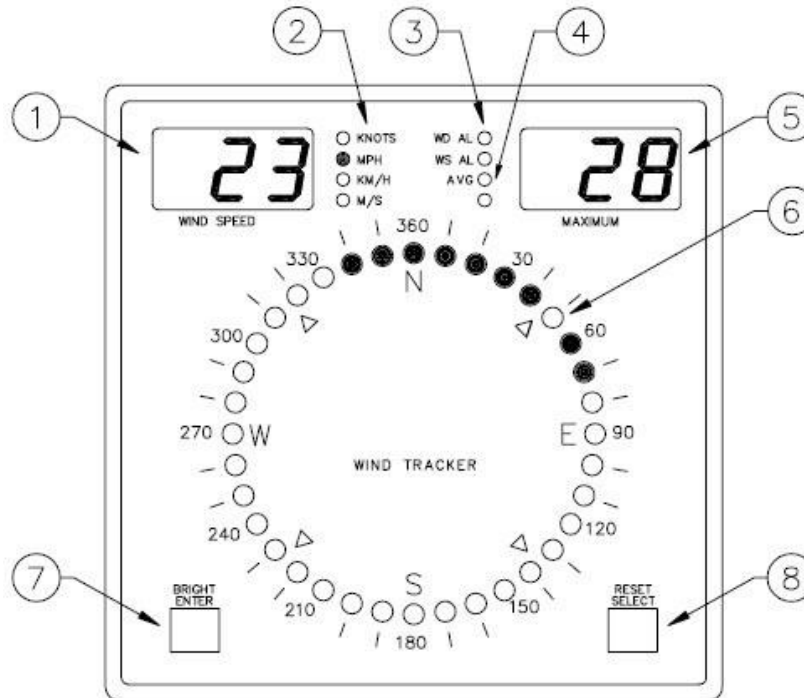
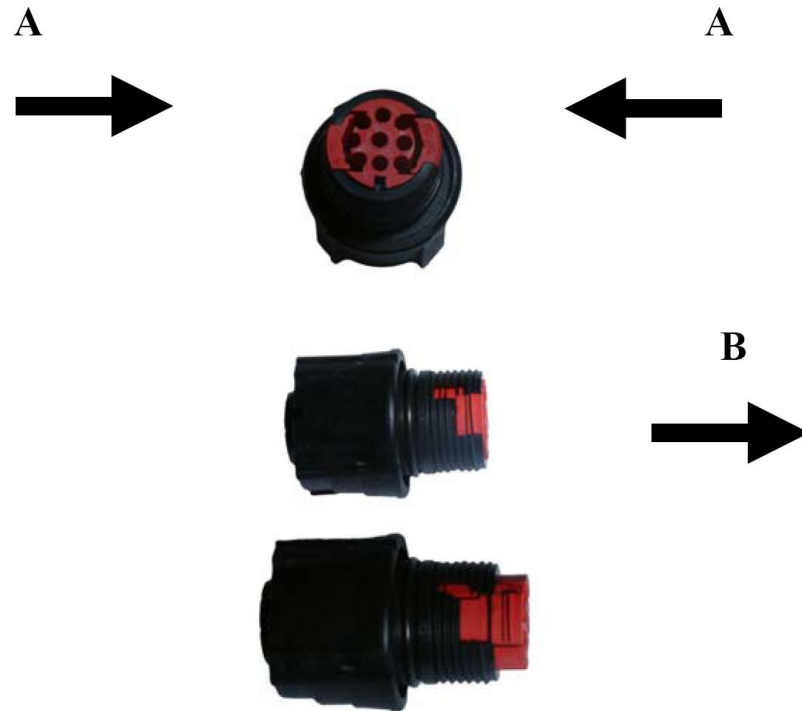

Рис. 2. WINDTRACKER ВИД СПЕРЕДИ:
Рис. 6 Снятие красной втулки разъема
- Основные части устройства показаны на **Рис. 2** и **Рис. 3**
Нажмите сбоку на красную часть разъема (направление А-А рис. 2) и в то же время нажмите на красную часть разъема в направлении В (**Рис. 6**)